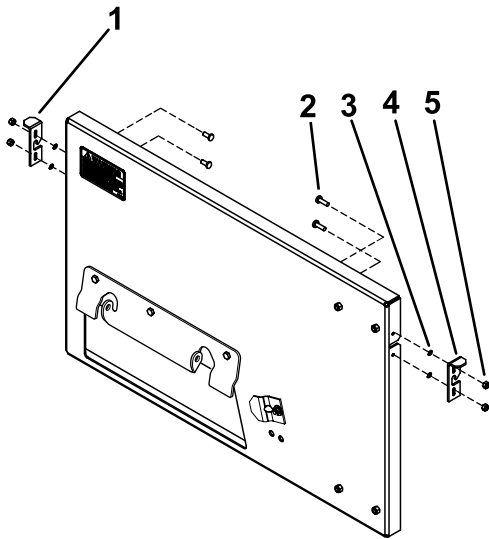

Figura 4
4. Instale los cierres en ambos lados de la chapa trasera usando 4 tornillos Phillips, 4 arandelas de freno y 4 contratuercas (N° 10); Figura 4.